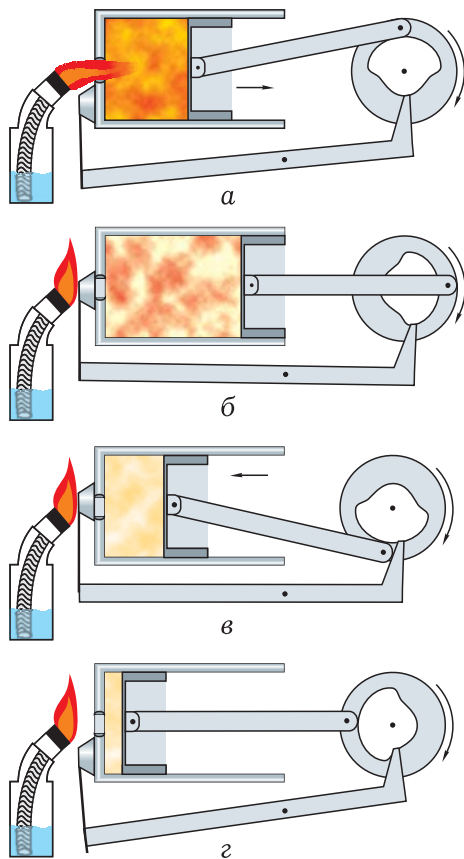

Рис. 3
1) Клапан открыт, поршень движется вправо (рис. 3 а), и в цилиндр поступает горячий воздух (двигатель буквально засасывает пламя в цилиндр).
2) Поршень в своём движении достигает мёртвой точки (рис. 3 б), клапан закрывается, воздух в цилиндре охлаждается через стенки цилиндра, и поршень начинает обратное движение, т. к. давление в цилиндре становится меньше внешнего атмосферного.
3) Под действием разности давлений снаружи и внутри цилиндра поршень движется в сторону клапана (рис. 3 в).
4) Поршень доходит до второй мёртвой точки вблизи клапана (рис. 3 г) и под действием инерции маховика проходит мёртвую точку. Начинается движение поршня вправо. Далее цикл повторяется.